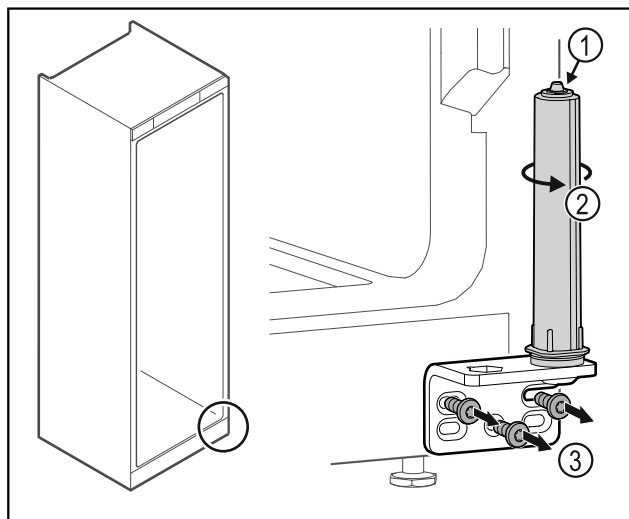

Fig. 37
- Systemu blokującego drzwi nie należy demontować Fig. 37 (1).
- System blokujący Fig. 37 (2) obrócić do momentu, aż kliknie.
- Odkręcić zawias Fig. 37 (3).